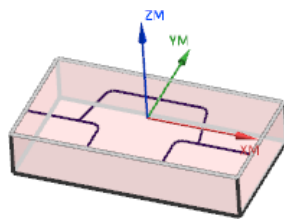

图 16.5 毛坯几何体
Step3. 单击“毛坯几何体”对话框中的 **确定** 按钮,系统返回到“铣削几何体”对话框,完成图 16.5 所示毛坯几何体的创建。